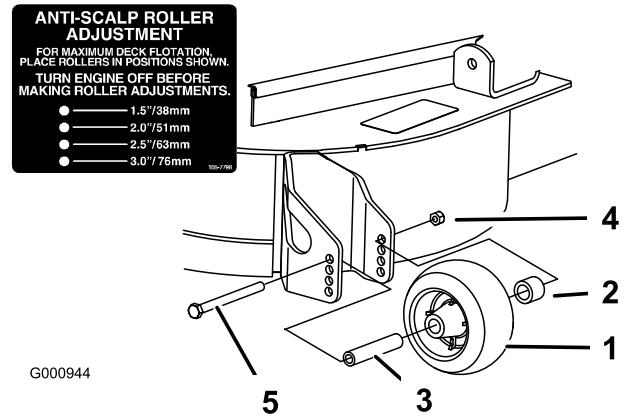

Figura 13
1. Después de ajustar la altura de corte, ajuste los rodillos retirando la tuerca con arandela prensada, el casquillo, el espaciador y el perno (Figura 13).
3. Instale la tuerca con arandela prensada, el casquillo, el espaciador y el perno. Apriete a 54-61 N-m (Figura 13).